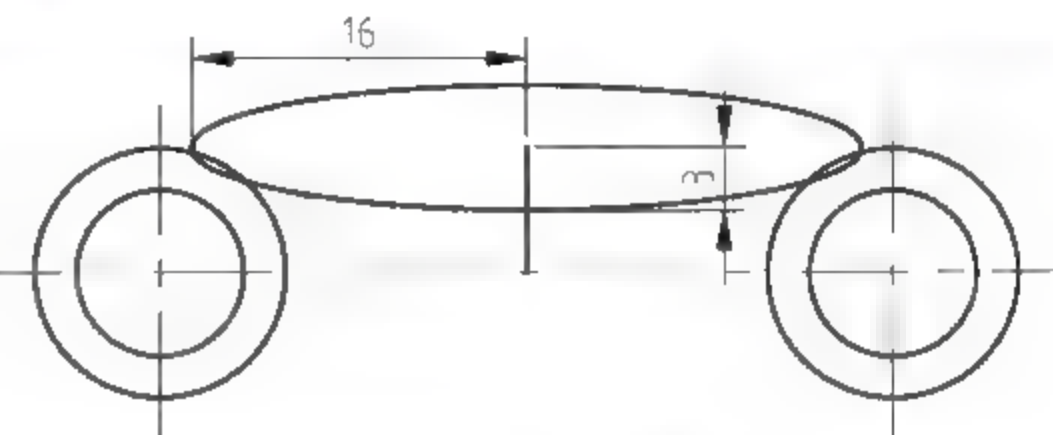

图3-86 绘制椭圆
**04** 单击【绘图】面板中的【椭圆】按钮，以中心点的方式绘制椭圆，选择刚绘制直线的上端点为圆心，然后绘制一长半轴长度为16、短轴长度为3的椭圆，如图3-86所示。命令行操作如下。